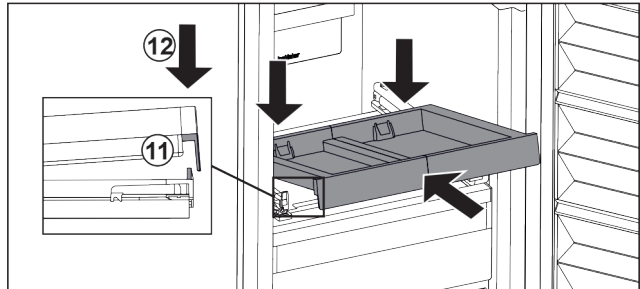

Fig. 88
- ▶ Schuin erin schuiven. Zorg ervoor dat de aanslag aan beide zijden achter de lip is. Fig. 88 (11)
- ▶ Uitschuifplateau aan voorzijde neerzetten. Fig. 88 (12)